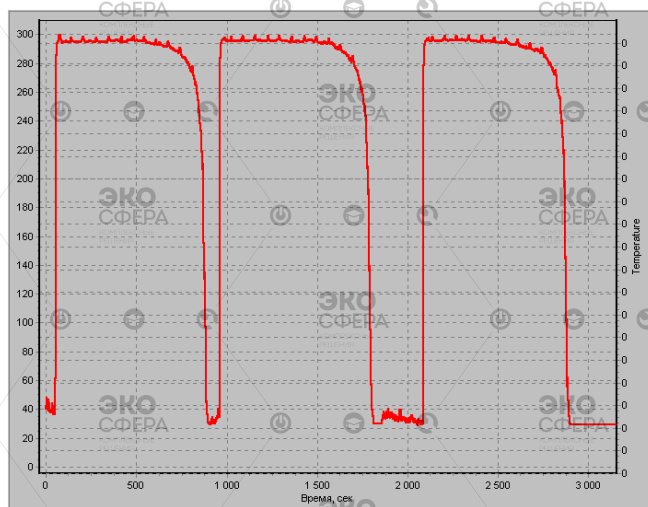

Рисунок 8 - Вид кривых титрования
2.3.5.8. Для наблюдения изменения показаний индикаторной системы в ходе измерения (кривая титрования) необходимо подключить прибор с помощью кабеля RS 232 к компьютеру. Установить на компьютер программу EXP pr2.exe (входит в комплект). Запустить выполнение программы на компьютере и наблюдать график кривой титрования рис.8